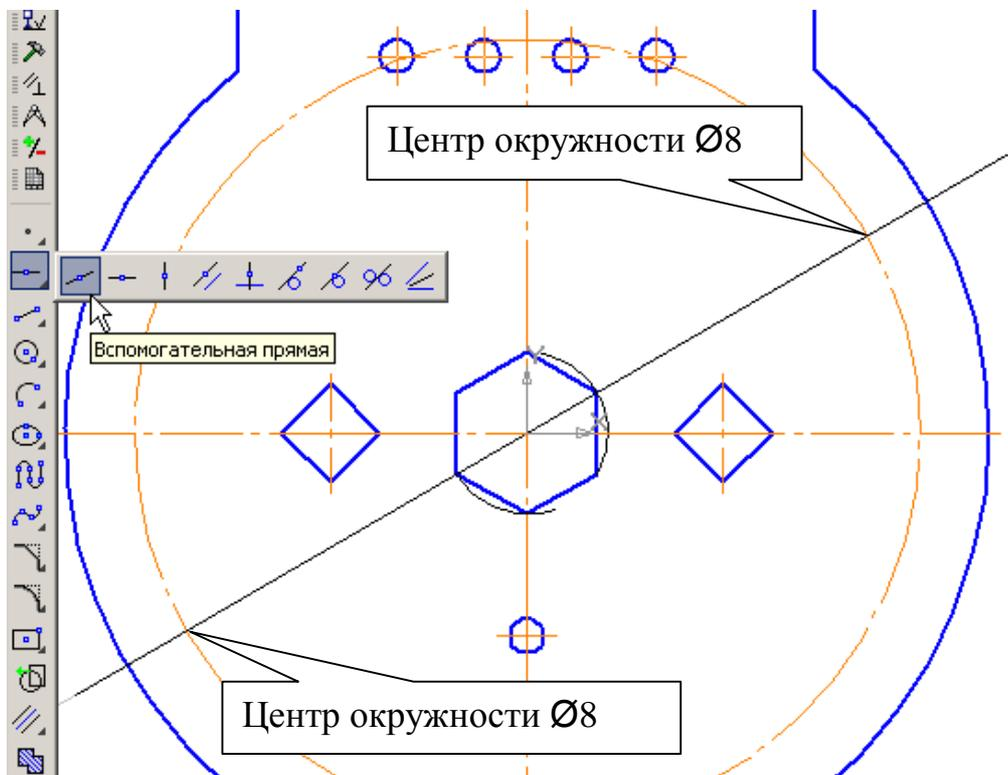

Рис. 16
1. Для построения шести окружностей $\varnothing 8$, расположенных на окружности $\varnothing 136$, постройте окружность без центровых линий осевой линией радиусом 68 мм с центром в начале координат. Нажмите кнопку *Вспомогательная прямая*  на панели *Геометрия* , рис. 16.
В строке параметров проставьте угол 30° и укажите курсором начало координат, рис. 16.
Сделайте активной команду **Окружность**  на панели **Геометрия** . В строке параметров введите значение радиуса «4», стиль кривой – основная, без центровых линий. На панели специального управления нажмите кнопку **Запомнить состояние**  и укажите центры двух окружностей, расположенных на пересечении вспомогательной прямой и окружности $\varnothing 136$, рис. 16. Удалите вспомогательную прямую (**Редактор – Удалить – Вспомогательные кривые и точки**).